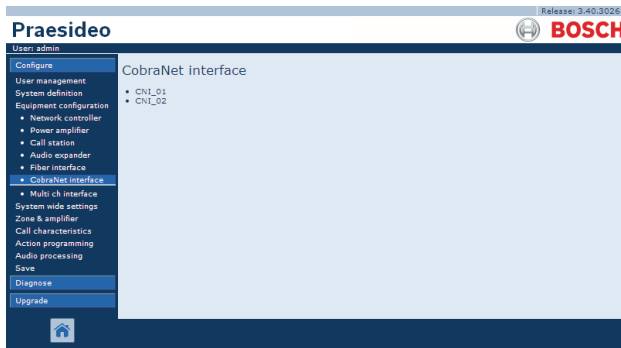

figura 44.38: Configurar interfaz CobraNet, paso 1
- 1 Vaya a *Configure > Equipment configuration > CobraNet interface*. Aparece una pantalla similar a la mostrada en figura 44.38 en el cuadro principal de la interfaz Web.